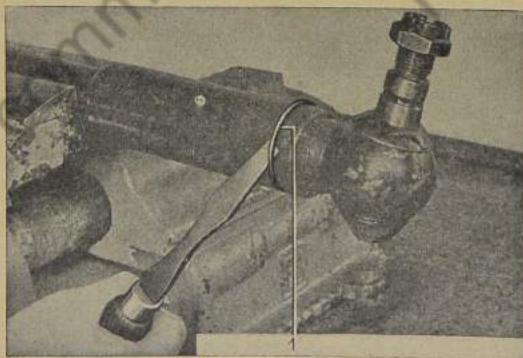

Bild 545: Gegenring für Lenkstangenkopf entsichern
2. Gegenring für Lenkstangenkopf und Dämpfungsfederhülse entsichern (Hakensprengring) (Bild 545).